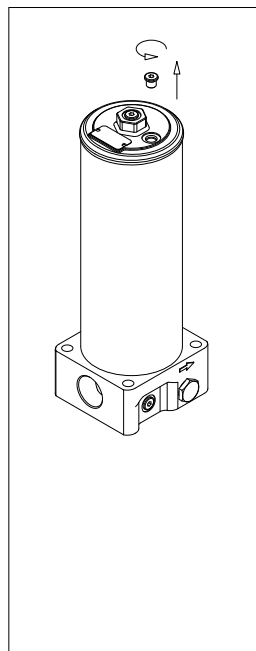

fig. 1
- (Fig. 1) Svitare il tappo di sfiato del LATO SPORCO (situato sul piano targhetta)